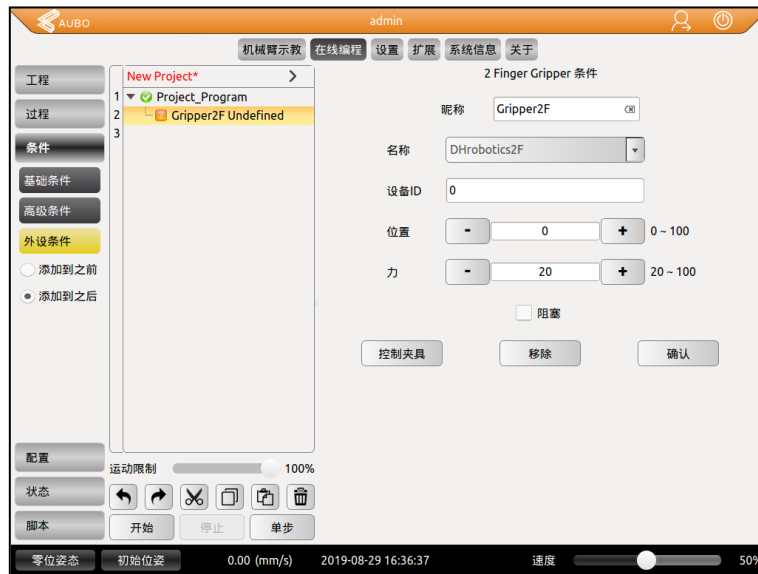

图 5.49 设置位置和力值
8. 设置力和位置的大小（数值单位为百分比），ID 可不用设置, 如图 5.49 所示。